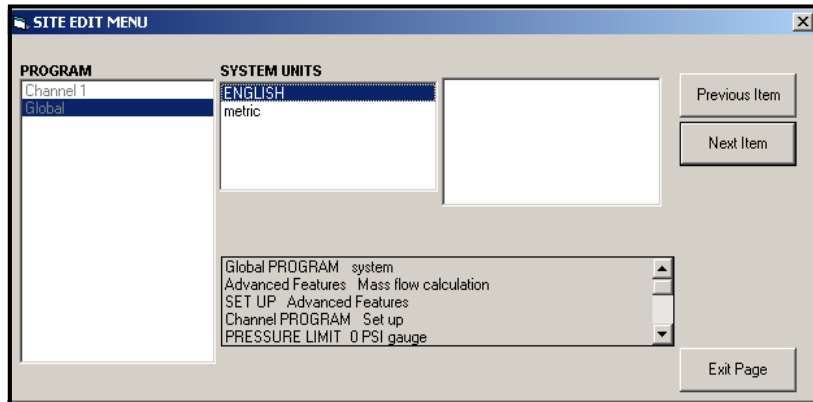

Figura 45: Opção System (Sistema) no menu Global
2. Realce e clique duas vezes na opção *System* (Sistema) no painel central. A janela exibida será semelhante à *Figura 45* abaixo.